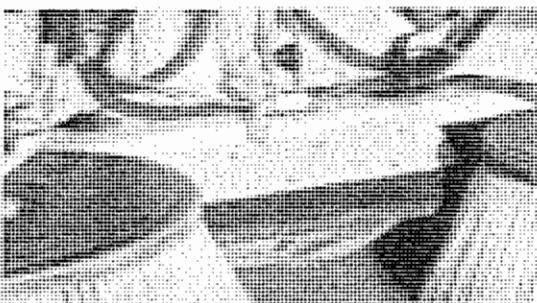

FIG. 43
- When large objects have to be drawn up as part of the waste material, press the appropriate push button to open the suction head flap Fig. 43.
- Lorsque l'on doit aspirer des déchets encombrants, ouvrir le flap de la bouche d'aspiration en appuyant sur le bouton correspondant Fig. 43.
- Wenn sperriger Abfall abgesaugt werden muß, ist der Flap der Absaugöffnung durch Drücken des speziellen Druckknopfes Abb. 43 zu öffnen.
- Quando si deve aspirare detriti ingombranti aprire il flap della bocca di aspirazione premendo l'apposito pulsante Fig. 43, se si ritiene necessario togliere la seranda.